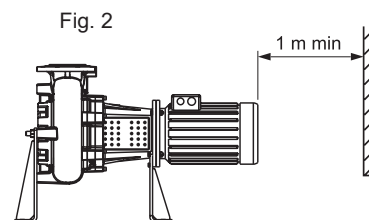

Fig. 2
- 2 - electrobomba disposta com eixo rotor na horizontal, sobre suportes próprios e boca de saída virada para cima (fig. 2).